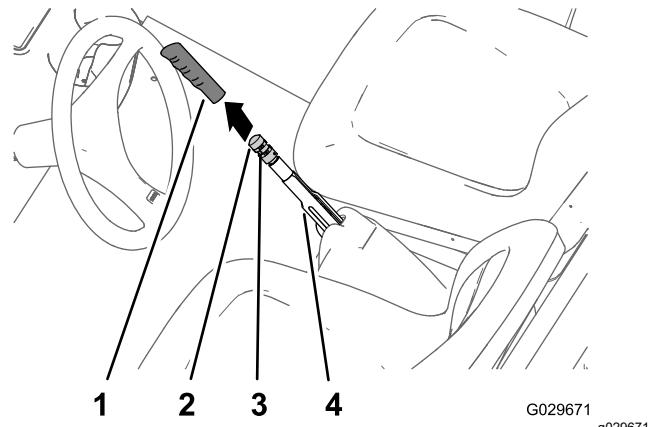

Figura 65
1. Retire la empuñadura de la palanca del freno de estacionamiento (Figura 65).
2. Afloje el tornillo de fijación que sujeta el pomo de ajuste del freno a la palanca del freno de estacionamiento (Figura 65).
- Gire el pomo de ajuste del freno hasta que se requiera una fuerza de 133-156 N para accionar la palanca de freno de estacionamiento (Figura 65).
- Apriete el tornillo de fijación e instale la empuñadura (Figura 65).
- Retire la empuñadura de la palanca del freno de estacionamiento (Figura 65).
- Afloje el tornillo de fijación (Figura 65) que sujeta el pomo de ajuste del freno a la palanca del freno de estacionamiento, quite el freno de estacionamiento y afloje el pomo de ajuste del freno.
- Gire el pomo de ajuste del freno (Figura 65) hasta que se requiera una fuerza de 133-156 N para accionar la palanca de freno de estacionamiento.